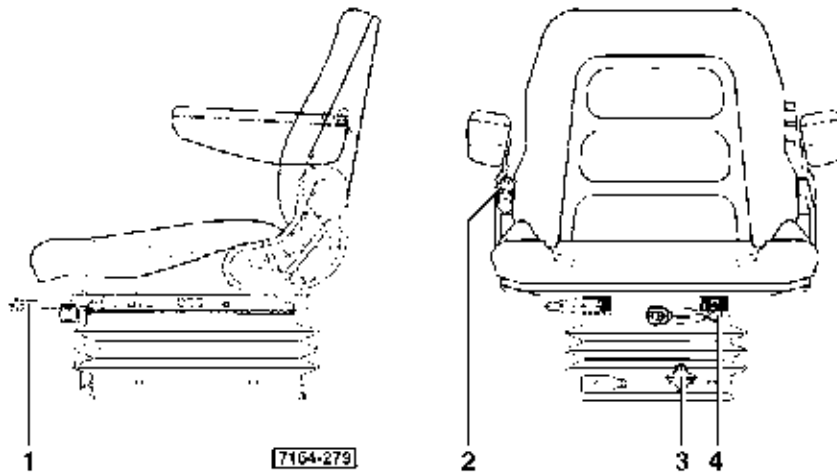

Fig.11 - **Vue latérale et frontale du siège GRAMMER DS 83/H90**
- **déplacement longitudinal** du siège qui coulisse en avant et en arrière pour s'adapter en fonction du conducteur (débloquer le levier 1 fig. 11)
- **réglage de la sensibilité** des ressorts de suspension: une rotation alternée de la commande (4 Fig. 11) à droite ou à gauche diminue ou augmente la sensibilité des suspensions en fonction du poids du conducteur.
- **réglage de la hauteur** du siège par rotation de la manette (3 fig. 11) dans les positions de 0 à 3. La position sélectionnée est indiquée par un repère jaune placé à côté de la manette.
- **pour le réglage de l'inclinaison du dossier**, manoeuvrer la molette (rep.2 Fig.11).